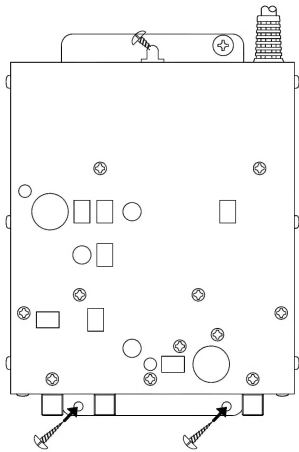

図 2
3. 次に残りの2本で下部を仮締めしてください。(図2)
- ・本体は必ず右図(図2)のように垂直方向に設置してください。